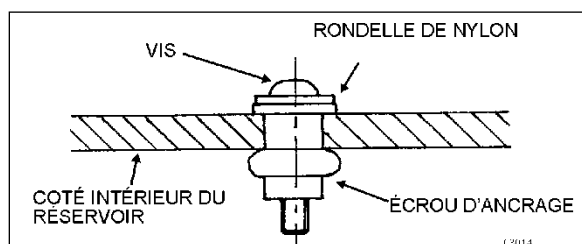

FIGURE 30 : RÉPARATION DU RÉSERVOIR DE CARBURANT
- L'arrangement des cales peut varier. Elles peuvent être placées du même côté si désiré (Figure 30).